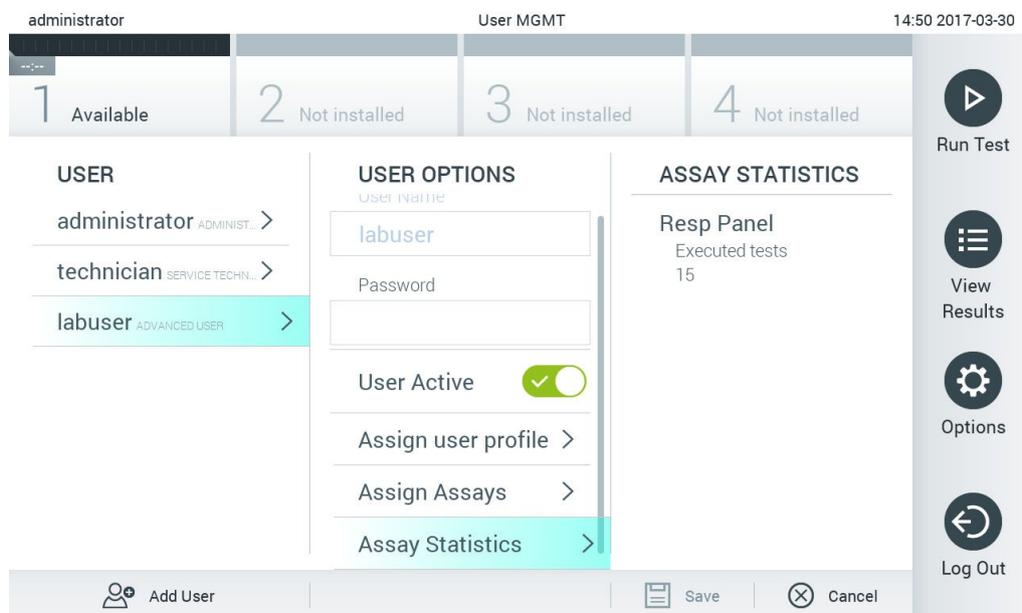

Figura 56. Visualização das estatísticas do ensaio.
- Assay Statistics (Estatísticas do ensaio): apresenta o número de vezes que um ensaio foi executado pelo utilizador seleccionado (Figura 56).